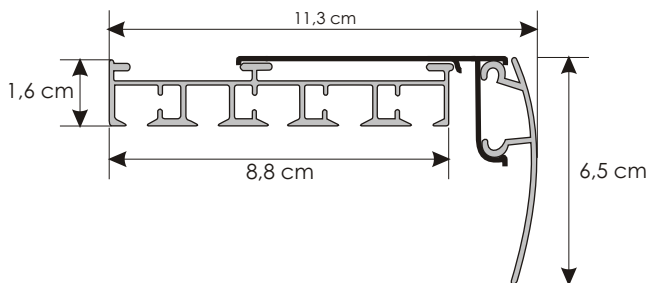

Fig 1
**Montajul in tavan** se face cu ajutorul clipsul fixare sina (fig 1). Trebuie luata in calcul latimea sinei pentru a stabili distanta fata de perete la care se va monta clipsul pentru ca apoi sina sa poata fi fixata in clips prin apasare.